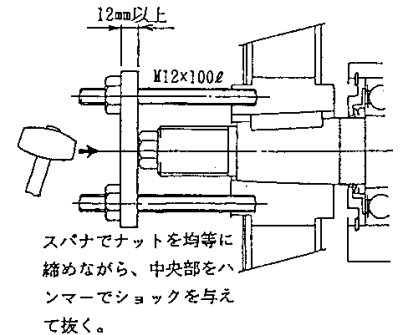

図 9-10
9.3.7 ベアリングケース(図 9-10,11,12)
- ・ ドラムに M12 のタップ穴がありますので右図の要領でドラムを取り外してください。(図 9-10)